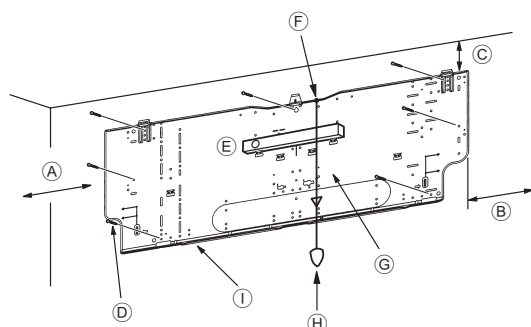
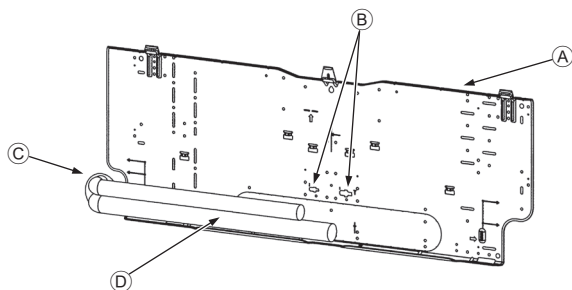

Fig. 3-4
Fig. 3-5
■ PKA-M60, 71, 100KA(L) (Fig. 3-4)
- Ⓓ Крепежные винты (4 × 25) ②
- Ⓘ Монтажная плита ①
3.3. Встраивание труб в стены (Fig. 3-5)
- Ⓐ Монтажная плита ①